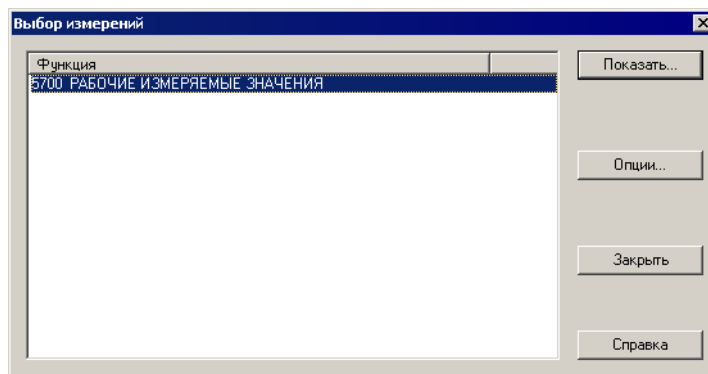

рис. 6-9 Окно Выбор измеряемых величин в DIGSI
- В окне выбора функций дважды щелкните по объекту **Измерение**. Откроется окно Выбор измеряемых величин (рис. 6-9, стр. 238).